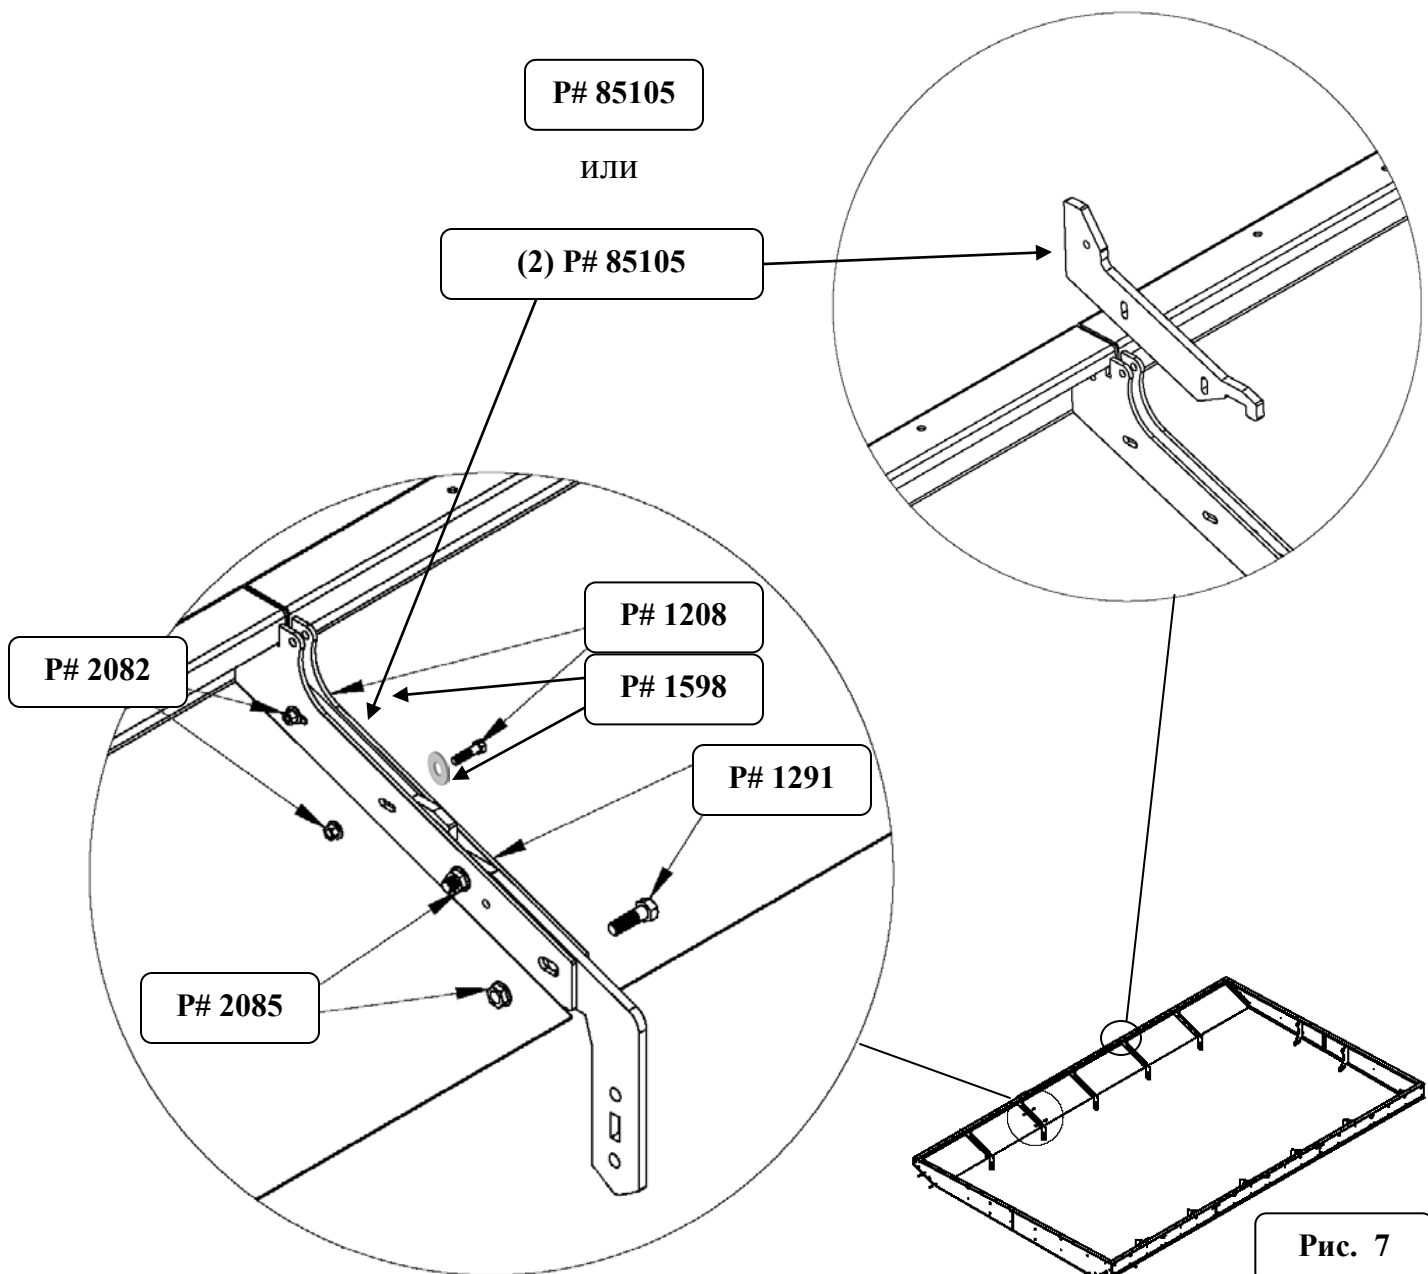

Рис. 7
Разместите панельные внутр.резинов.подпорки P# 85105 или (2) P# 85107 и закрепите болтами P# 1208, шайбами P# 1598 и гайками P# 2082. Повторите процедуру для других соединений панелей. См.рис. 7.